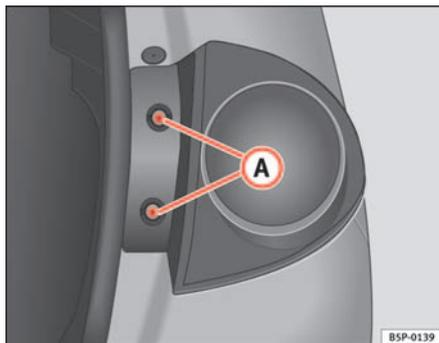

Fig. 181 Luz de población/freno
- Extraiga los tornillos ⇒ fig. 181 **A**